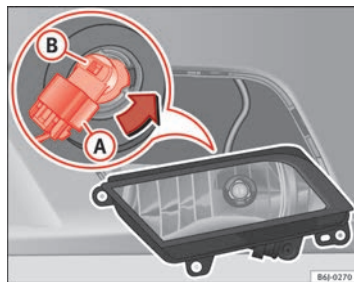

Fig. 155 Farol de nevoeiro
- Retire o conector ⇒ Fig. 155 (A) da lâmpada.
- Rode o porta-lâmpadas ⇒ Fig. 155 (B) para a esquerda e puxe. ►